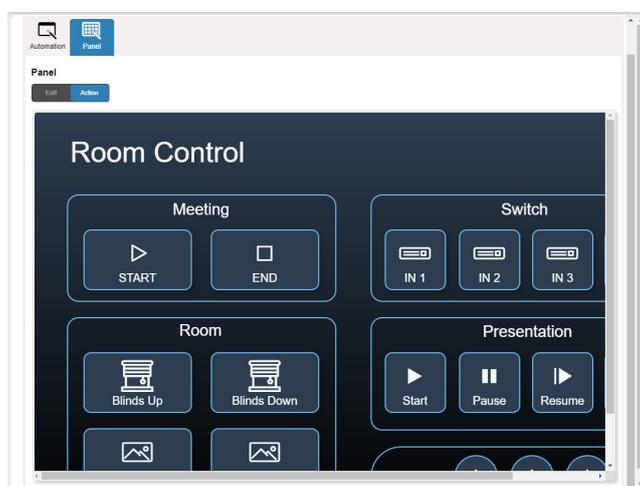

Рис. 43. Страница Automation (Автоматизация) — Закладка Panel (Панель)
2. Откройте закладку Panel (Панель). Появляется изображение панели управления помещением Room Control VS-411XS Maestro по умолчанию (см. рисунок 43).
2. Откройте закладку Panel (Панель). Появляется изображение панели управления помещением VS-411XS Room Control по умолчанию (см. рисунок 43).